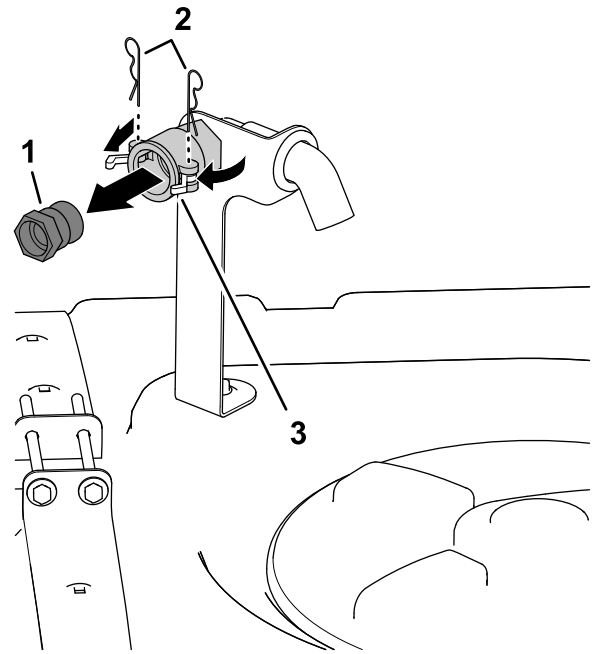

图 4
2. 旋开门锁从快速断开耦合器解除快速断开接头的锁定图 4。
3. 从快速断开耦合器取下快速断开接头图 4。
4. 关闭门锁将发卡销装入快速断开耦合器的法兰图 4。
1. 在药缸盖的右前侧卸下用于固定防虹吸加水口插口快速断开耦合器门锁的 2 个发卡销图 4。